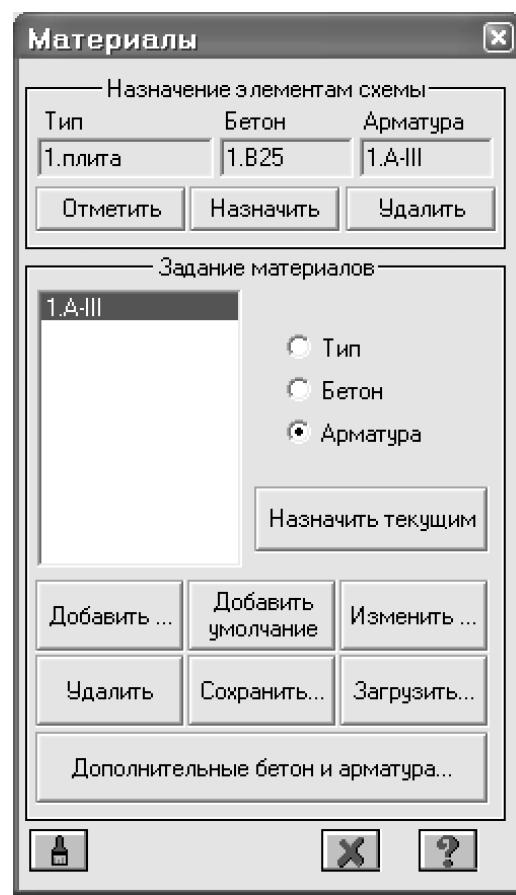

Рис.2.17. Диалоговое окно Материалы
- С помощью меню **Редактирование** ⇒ **Задание и выбор материала** (кнопка  на панели инструментов) вызовите диалоговое окно **Материалы** (рис.2.17).